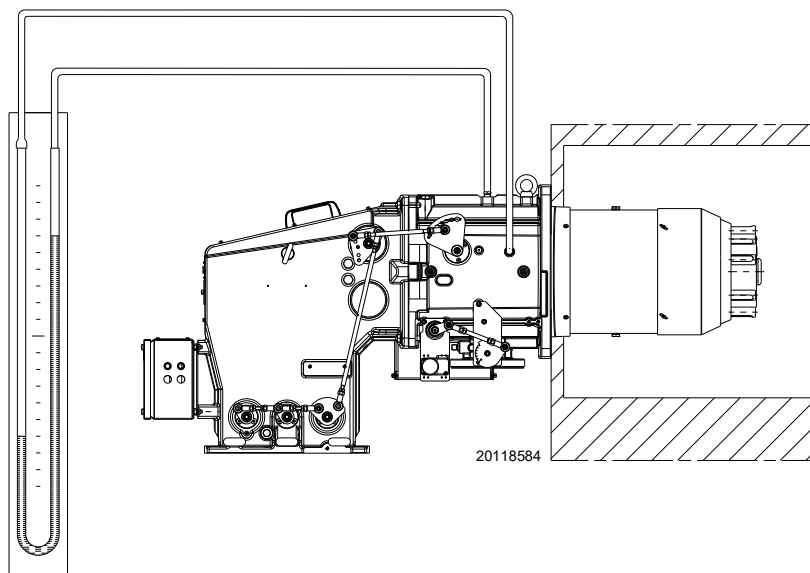

Fig. 24
- Montare un manometro a U o un manometro di tipo differenziale (Fig. 24), con presa (+) sulla pressione del gas del manicotto e (-) in camera di combustione. Serve a ricavare approssimativamente la potenza MAX del bruciatore.
L'arrivo del gas al manicotto è evidenziato dal manometro ad U (Fig. 24, pag. 26) oppure con l'ausilio di un manometro digitale posto sulla presa di pressione sotto il manicotto.